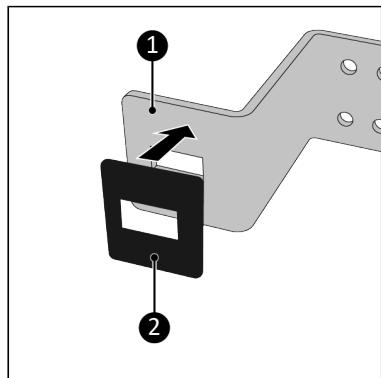

Figure 161.
- Collez le papier de verre (Figure 161, pos. 2) à l'intérieur de la partie inférieure du support (Figure 161 pos. 1).